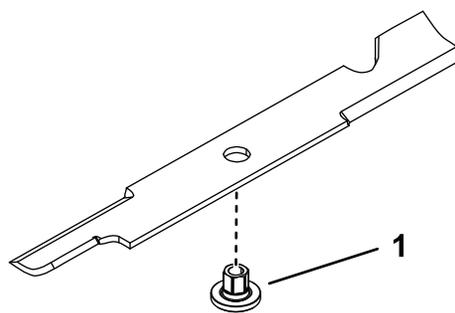

Рисунок 83
1. Вставьте втулку через отверстие в ноже так, чтобы фланец втулки был на нижней (обращенной к травяному покрову) стороне ножа (Рисунок 83).